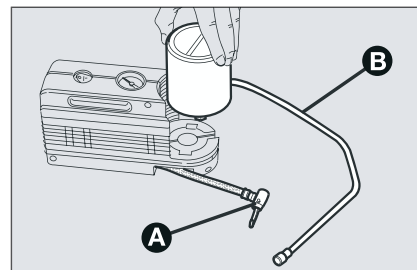

Рис. 18
- ❑ отсоедините наконечник **A** (рис. 18);